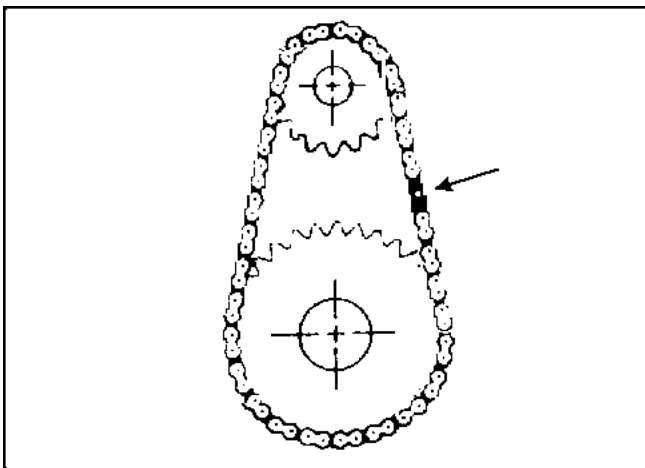

Figure 7-14. Position du maillon connecteur de la chaîne intermédiaire pour l'enlèvement.
1. Mettre le levier de vitesse au point mort (N) et rouler le véhicule jusqu'à ce qu'un maillon connecteur soit placé à l'endroit indiqué à la figure 7-14.